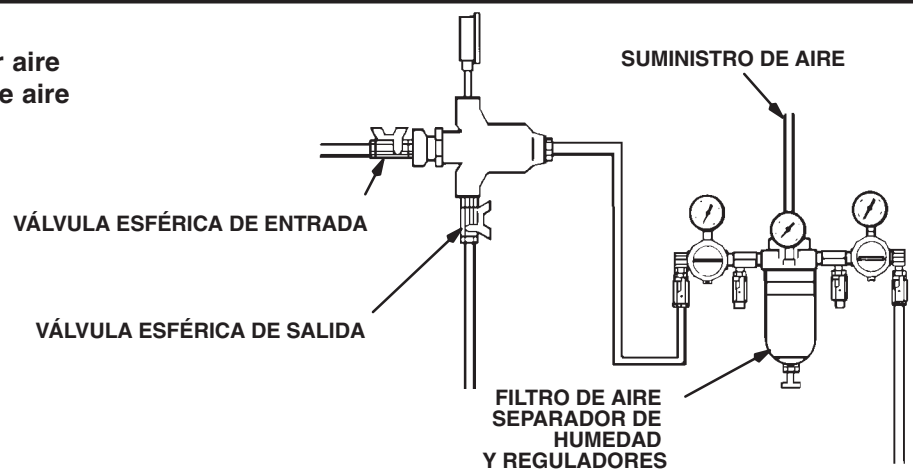
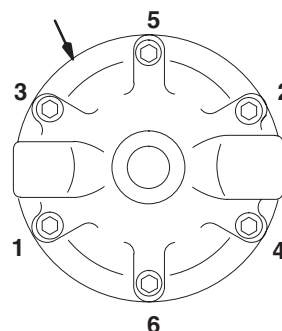

Fig. 2
Fig. 4
- b. Asegúrese de que el orificio de purga del aire en la pieza de conexión de la línea de aire (29) no esté obstruido. Vea la Fig. 4.
1. Ponga en marcha la bomba y abra la válvula esférica de entrada del regulador para admitir el fluido. Vea la Fig. 2.
2. Cierre la válvula esférica de la entrada de aire del regulador. Consulte la Fig. 2.
4. Desmonte la unión giratoria (23) y el muelle (40) del cuerpo del regulador.
5. Desmonte la bola (20), el asiento (16) y la junta (15). Vea la Fig. 4.
6. Retire los seis tornillos de cabeza (1) mientras sujeta la tapa del regulador (7) al alojamiento (6).
7. Retire el tornillo de sujeción (10), la contratuerca (13) y la arandela (17) del alojamiento de la espiga (18).
8. Saque la membrana (22) y la junta (26).
9. Retire el muelle (3), la espiga de la válvula (9), y la junta (21) del alojamiento de la espiga (18).
11. Sucesivamente, vaya colocando la junta (26), la membrana (22) – con el lado de PTFE blanco hacia abajo, hacia el alojamiento inferior, y la arandela (17) en el alojamiento de la espiga (18). Sujételos con la contratuerca (13). Apriete ésta al alojamiento de la espiga con un par de 28–47 N.m.
12. Instale la espiga de la válvula (9), el muelle (3), la junta (21), y el tornillo de retención (10) al alojamiento de la espiga (18). Apriete el tornillo de retención a un par de 28–34 N.m.
13. Instale las piezas montadas en el alojamiento (6).
14. En el modelo 214980, apriete el racor de la línea de aire (29) en la tapa (7). Apriete a un par de 28–47 N.m.
15. Instale la tapa (7). Apriete los seis tornillos de cabeza (1) en la secuencia indicada en la Fig. 4, **Vista inferior**, y al par de apriete indicado.
16. Instale la junta (15), el asiento de la válvula (16), y la bola (20) en el alojamiento (6).